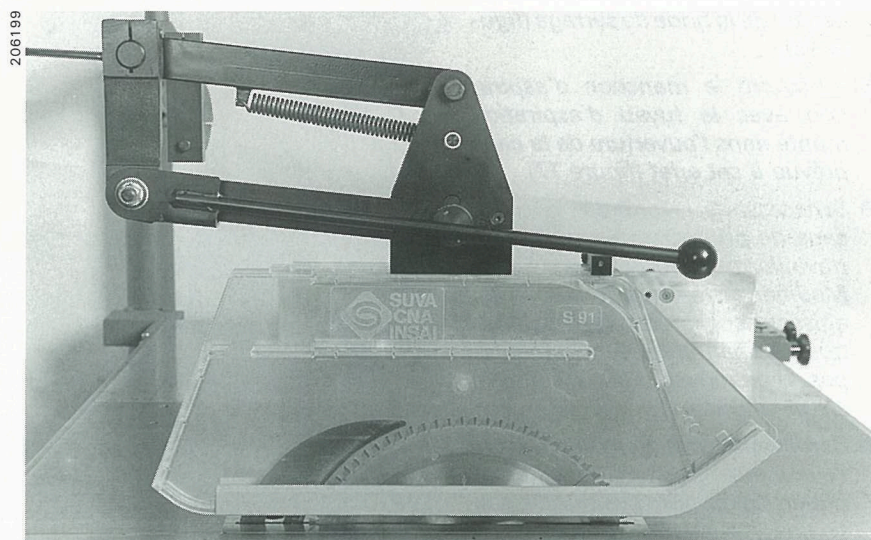

Bild 13 / Figure 13
- Die Schutzhaube parallel zum Tisch ausrichten (Bild 13).
- Aligner la cape parallèlement à la table (figure 13).
- Ensure that the lower end of guard is parallel to table (Fig. 13).